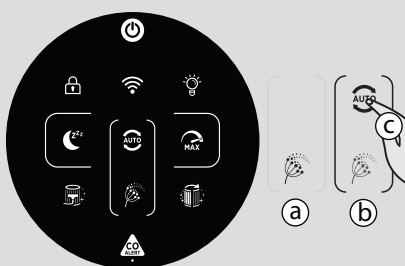

Fig. 9
**POLLENALLERGI-MODUS [Fig. 9]:**